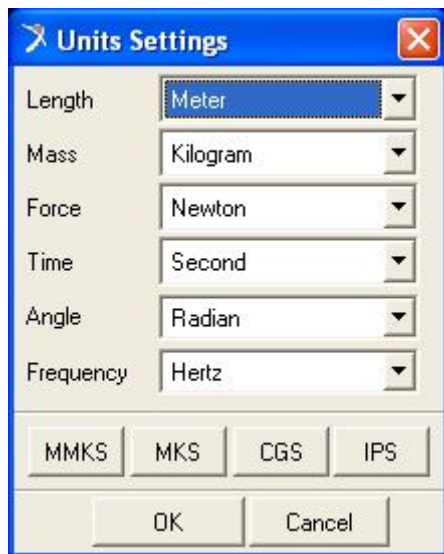

рис. 5
4) Выбрать систему единиц измерения. Для этого необходимо включить пункт верхнего меню **Settings**, затем пункт **Units**. После этого раскроется окно с единицами измерения, в котором длину (**Length**) необходимо установить в метрах, а угол (**Angle**) - в радианах (рис. 5)